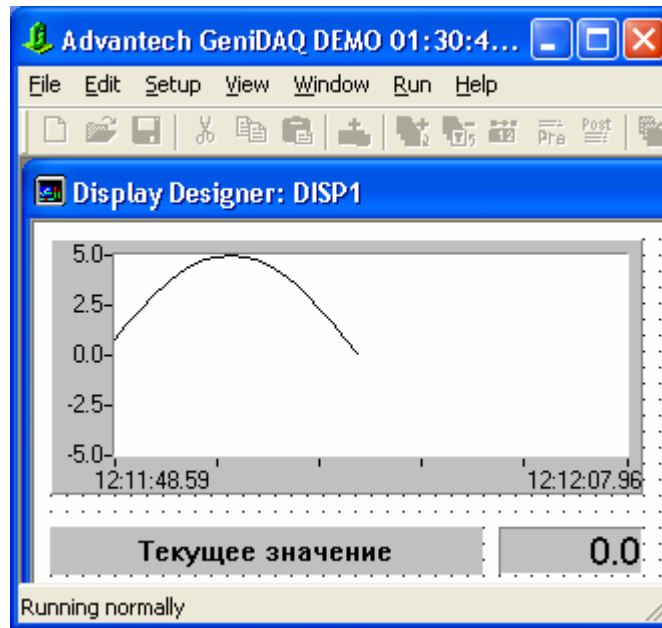

Рис. 4.128. Демонстрация работы проекта в окне отображения
7. *Седьмое действие.* После сохранения файлов созданного проекта запустите созданный проект с помощью кнопки **Start** на панели инструментов (рис. 4.128). Остановить работу проекта можно с помощью кнопки **Stop** на панели инструментов.